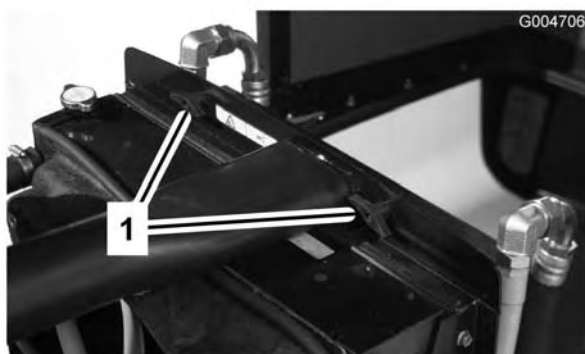

Figura 62
2. Retire los pomos (Figura 62) que sujetan el enfriador de aceite al bastidor.